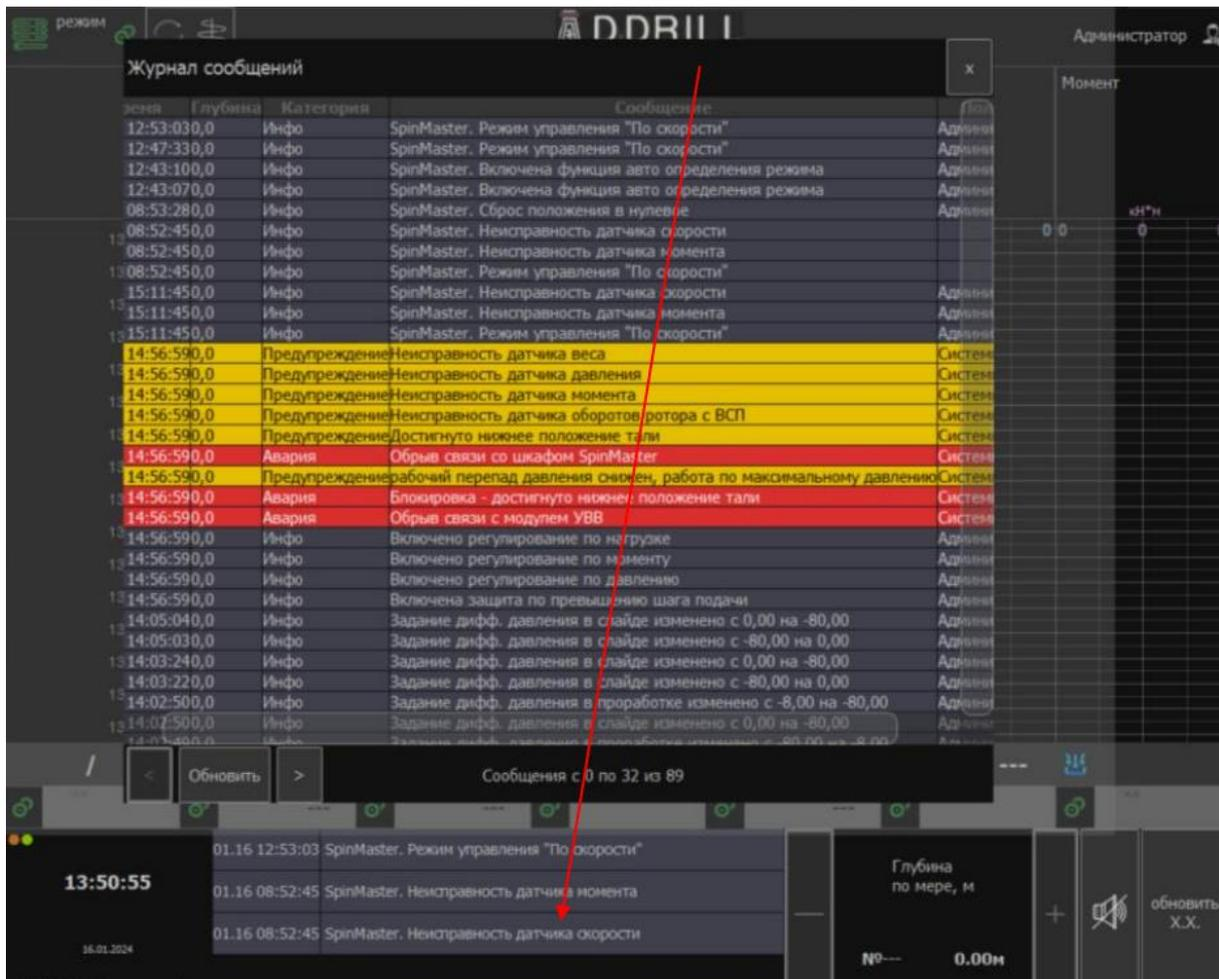

Рис. 21
1. В данном вспомогательном окне отображается журнал событий, в котором происходит запись всех сообщений дата, время их фиксации и время отключения этого события, генерируемых модулем SpinMaster Рис. 21.